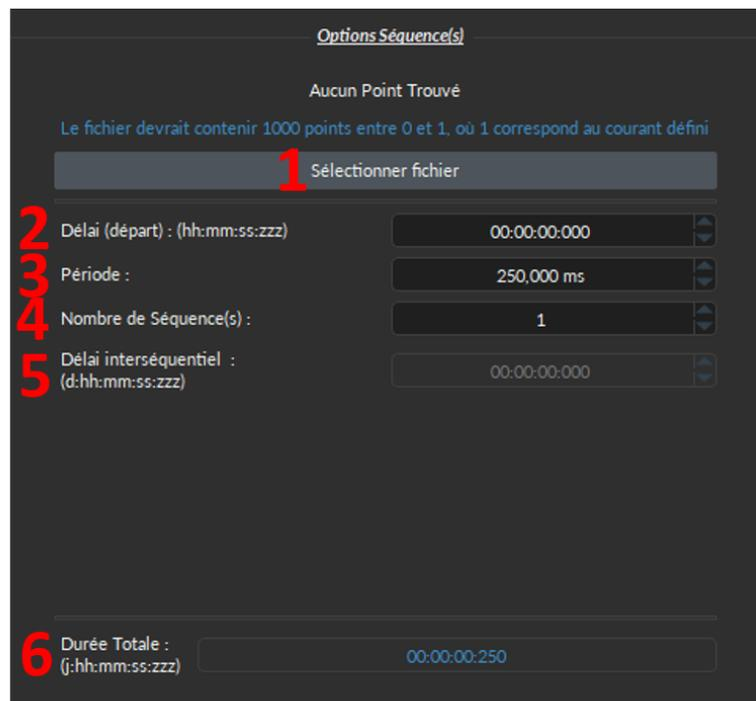

Figure 4.19 – Fenêtre de configuration du canal de la source lumineuse, Mode Fichier de séquence personnalisés
2. Le **Délai (départ)** (Fig. 4.19) définit le délai (au format hh:mm:ss:zzz) avant la première séquence d'impulsions.
3. La **Période** (Fig. 4.19) définit la période (en ms) pour la séquence d'impulsions contenu dans le fichier.
- Le **Nombre de Séquence(s)** (Fig. 4.19) définit le nombre de fois que la séquence sera répétée. S'il est réglé sur 0, la séquence sera répétée indéfiniment.
- Le **Délai interséquentiel** (Fig. 4.19) définit le délai (au format hh:mm:ss:zzz) entre chaque séquence si le **Nombre de Séquence(s)** est supérieur à 1 .
- La **Durée Totale** (Fig. 4.19) affiche la durée totale de l'expérience. La valeur peut être *Inf* pour infini ou une valeur de temps valide.